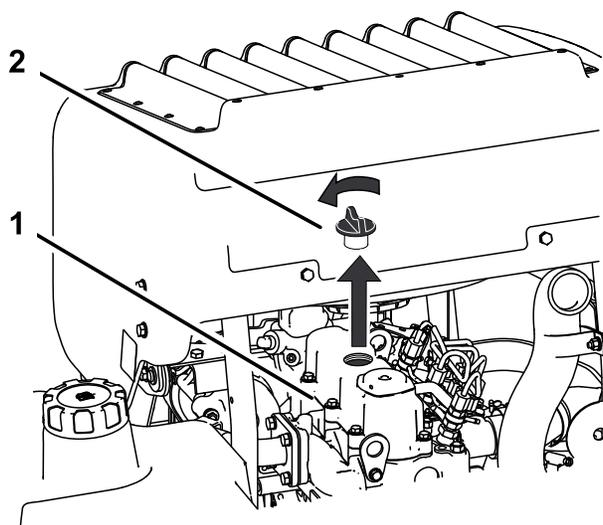

Figura 46
6. Retire o tampão de enchimento do óleo da parte superior do motor (Figura 46). Isto vai ajudar o óleo a escoar.
2. Retire o tampão de enchimento de óleo e a vareta (Figura 46).